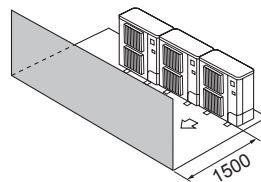

Fig. 2-14
- ③ Takistused ainult ees (Fig. 2-14)